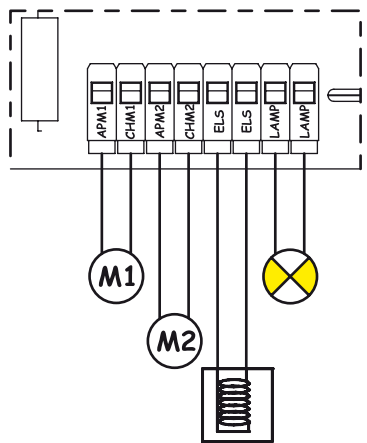

Fig. 3
**5.2. MORSETTIERA CN2 (Fig. 3)****5.2.1. MOTORIDUTTORE 1**